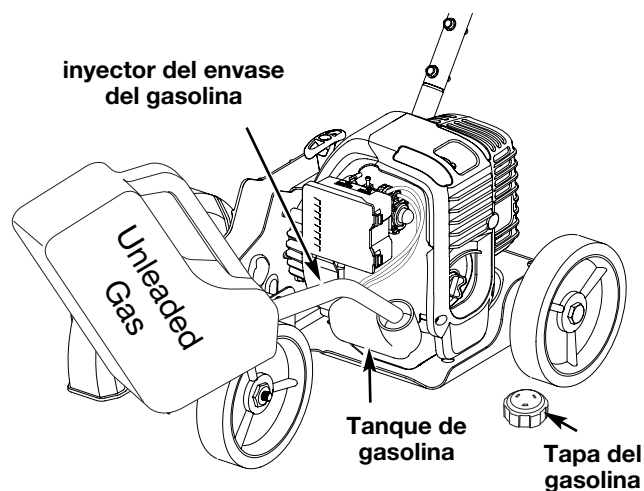

Fig. 7
1. Saque la tapa de la gasolina (Fig. 7).
2. Coloque el pico del recipiente de gasolina en el orificio de llenado del tanque de gasolina (Fig. 7) y llene el tanque.